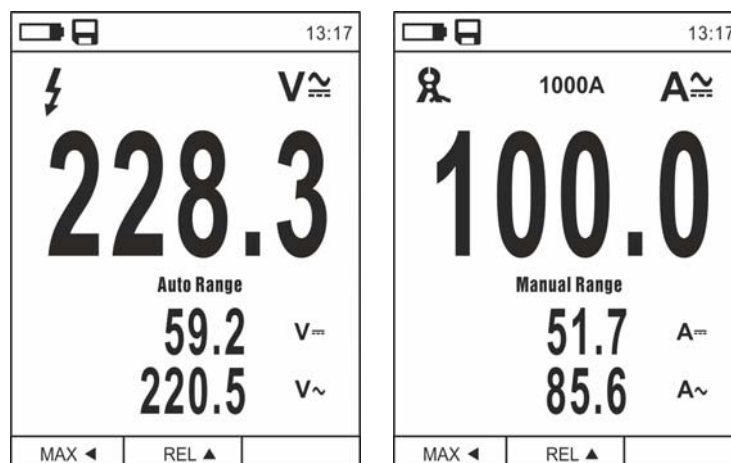

Fig. 6: Descripción medida tensión y corriente CA+CC
2. Pulse la tecla **MODE** seleccionando las modalidades “ V_{AC} ”, “ A_{AC} ”, “ mA_{AC} ” o “ μA_{AC} ” (ver Fig. 6)